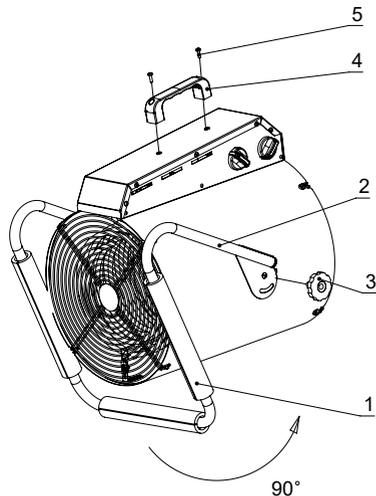

Рис. 4.
Для приведения прибора в рабочее положение необходимо снять с опоры изоляционный упаковочный материал (1), повернуть опору на 90°, как указано на рис. 4. Барашковый винт (3) закрутить через отверстие опоры в корпус. Прикрепить ручку для переноса (4) к блоку управления при помощи винта M4x14 (5). Прибор готов к использованию.